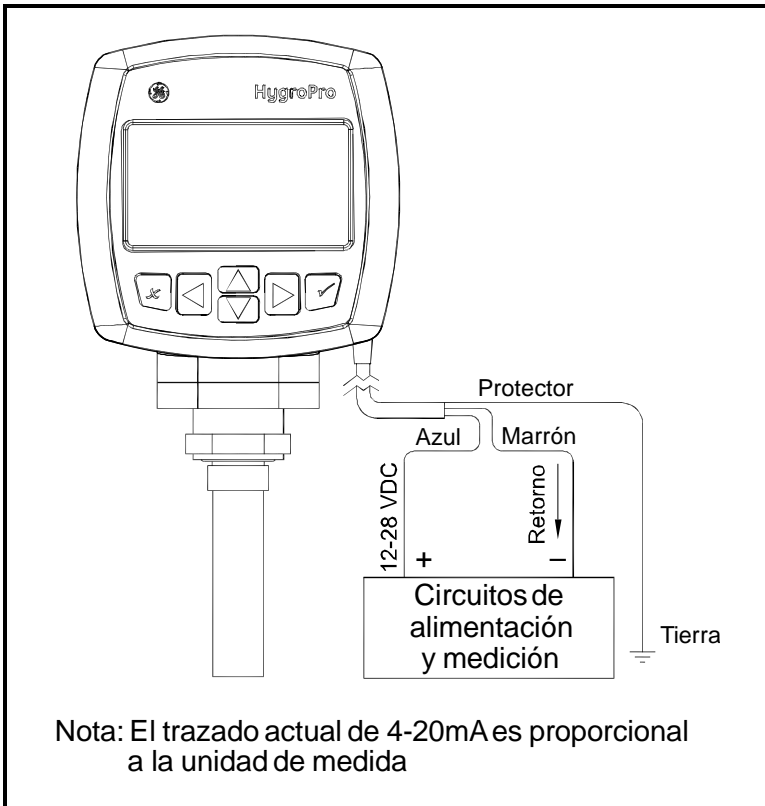

Figura 3: Conexiones de cableado estándar
2. Con los conectores flotantes al otro extremo del cable del transmisor, conecte el transmisor a la fuente de alimentación y al sistema de adquisición de datos (DAS) como se muestra en la Figura 3 en la página 7. Refiérase a la Tabla 1 más abajo para una descripción de los conectores del cable proporcionado por la fábrica.